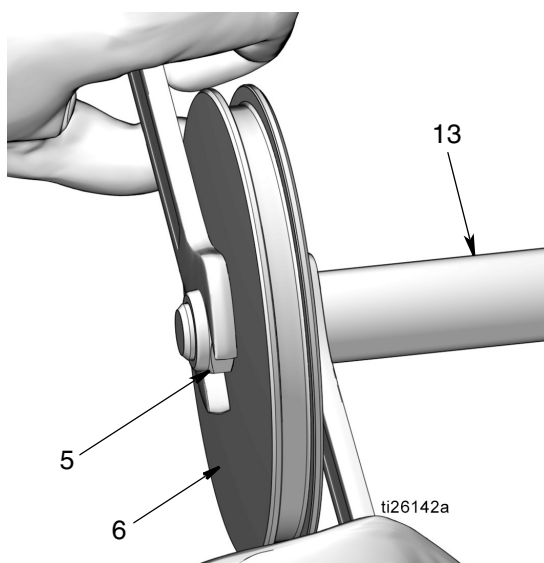

Рис. 51
- d. Накрутите гайку (5) поверх конца штока поршня (13). Используйте два гаечных ключа, действуя в противоположных направлениях, для затягивания гайки. Зафиксируйте один открытый конец гаечного ключа на лысках штока поршня, и используйте второй гаечный ключ для затягивания гайки (5), как показано на Рис. 51.
**ПРИМЕЧАНИЕ.** Открытый конец гаечного ключа, зафиксированный на лысках штока поршня, используется только для надежного удержания штока, **не допускается** проворачивать этот гаечный ключ. Движение этого гаечного ключа могло бы поцарапать или повредить поверхность поршня и стать причиной утечек жидкости во время работы насоса. Проворачивайте только гаечный ключ, удерживающий гайку (5), для затягивания гайки. Затягивайте гайку с усилием 15 - 17 футофунтов (20,3 - 23,1 Н·м).